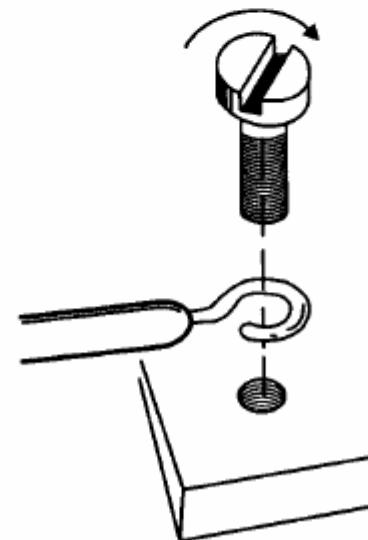

Figura 10.54
**Notas:** 1. O olhal deve ser colocado como indica a figura 10.54, com a finalidade de que não se abra ao apertar o parafuso. 2. Caso o parafuso seja do tipo não removível ou imperdível, deve-se elaborar um olhal semifechado de maneira que permita colocá-lo debaixo da cabeça, dando a seguir o fechamento final do olhal com auxílio de um alicate de bico.